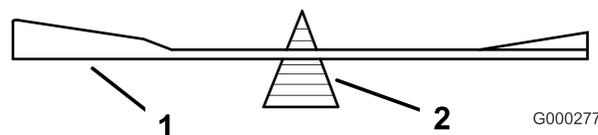

**Figura 80**
1. Affilate i taglienti da entrambe le estremità della lama con una lima (Figura 80).